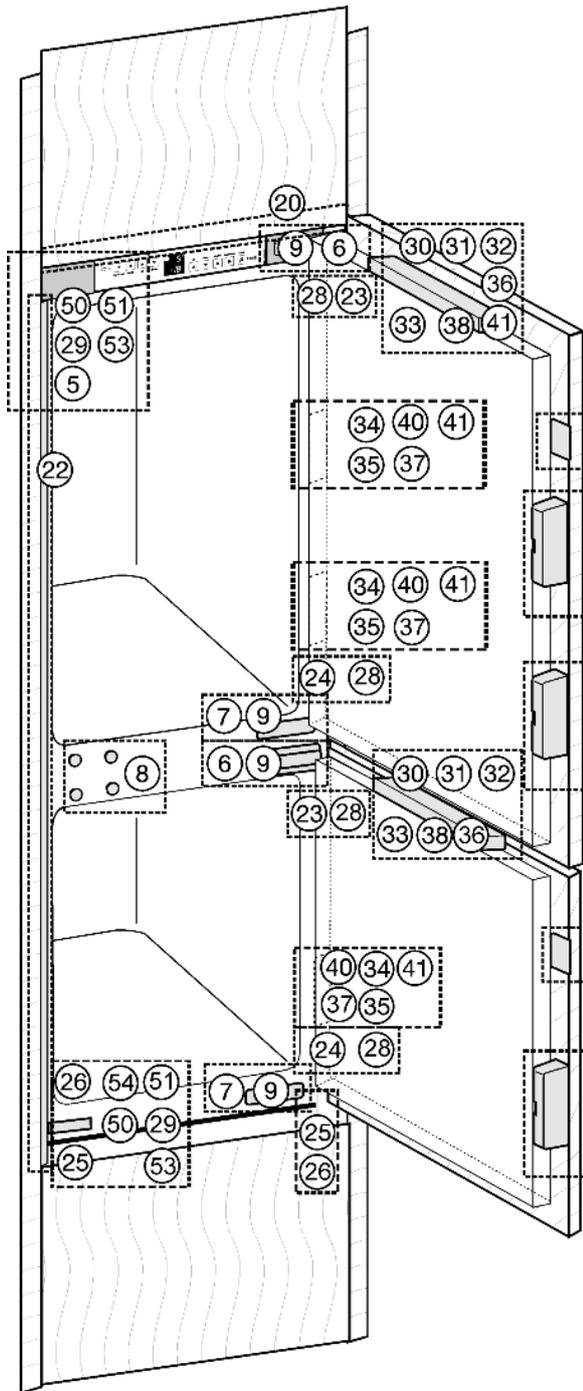
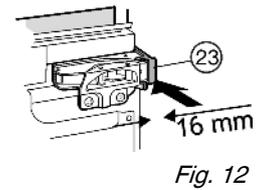
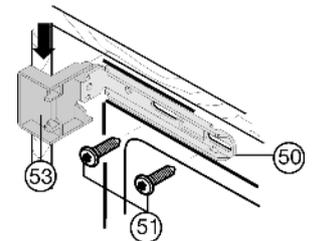
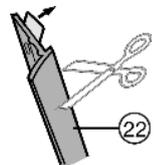

Fig. 8
Fig. 12
Fig. 13
Fig. 14
- ▶ Снимите крышки Fig. 8 (5,6,7).
- ▶ Защелкните распорный элемент Fig. 12 (23) на верхнем и распорный элемент Fig. 8 (24) на нижнем шарнире.
- ▶ Наденьте верхнюю и нижнюю крышку Fig. 13 (53) на крепежный уголок Fig. 13 (50).
- ▶ Закрепите крепежный уголок Fig. 13 (50) вверху и внизу винтами Fig. 13 (51) так, чтобы уголок можно было немного двигать влево и вправо.
- ▶ Снимите защитную пленку с декоративной планки Fig. 14 (22). Прикрепите декоративную планку Fig. 14 (22) со стороны ручки заподлицо с лицевой стороной к выступу крышки Fig. 13 (53) и наклейте на боковую стенку устройства.
- ▶ При необходимости укоротите декоративную планку Fig. 14 (22) внизу: Декоративная планка Fig. 14 (22) должна заканчиваться на 3 мм выше верхней кромки нижнего крепежного уголка Fig. 8 (50).
- ▶ Вдвигайте устройство до тех пор, пока крышки Fig. 13 (53) не будут упираться Fig. 13 в боковую стенку предмета мебели.
- ▶ Учитывайте конструктивный размер (глубину упорных элементов дверей). Выдвиньте шарниры и крышки Fig. 13 (53) на расстояние, соответствующее этому конструктивному размеру.
- ▶ Выставьте устройство прямо, регулируя опоры Fig. 8 (25) при помощи прилагаемого вилочного ключа Fig. 8 (26).